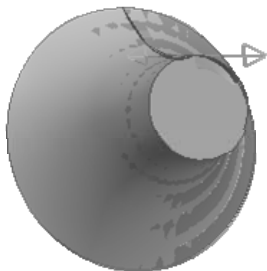

图 4-52 选择走刀方向
2) 根据提示单击指向圆柱外表面外的箭头,选择后系统提示“选择走刀方向”,同时在圆柱体表面又出现了一对背向箭头,如图 4-52 所示。